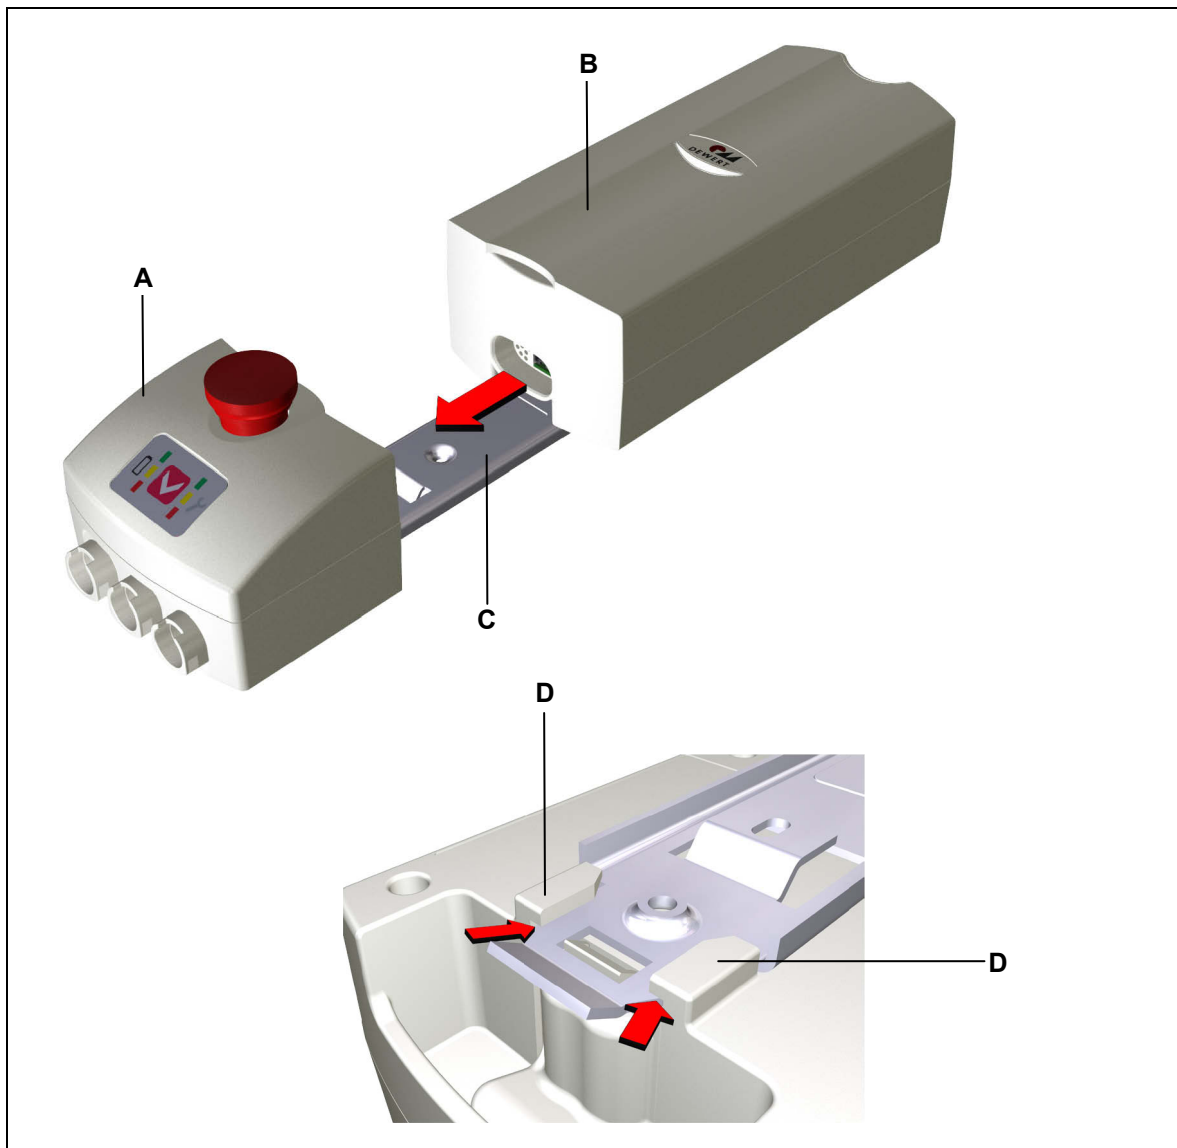

Abbildung 13 Einsetzen des ACCU an die CONTROL
- 2 Schieben Sie den ACCU auf die Montageschiene, wie in Abbildung 13 gezeigt, bis die Verriegelung einrastet. Die Gehäuseführungen (D) müssen dabei die Montageschiene umschließen, um einen festen Sitz zu gewährleisten.